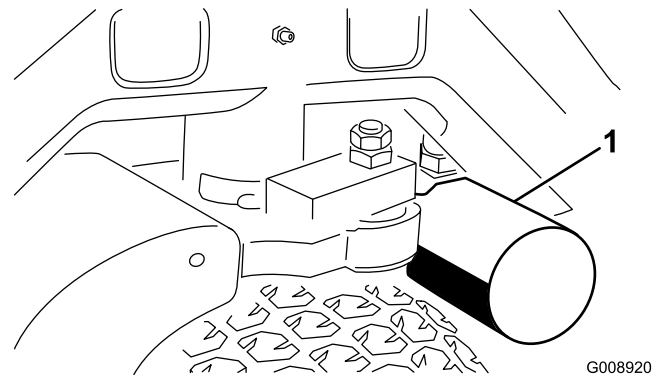

Bild 55
3. Reinigen Sie den Anbaubereich des Filters. Stellen Sie ein Auffanggefäß unter den Filter (Bild 55) und entfernen den Filter.
2. Klemmen Sie die Hydraulikölleitung ab (Bild 56) oder entfernen den Hydraulikölfilter (Bild 55) und lassen das Hydrauliköl in ein Auffanggefäß ablaufen. Montieren Sie die Hydraulikölleitung, wenn kein Öl mehr ausströmt.